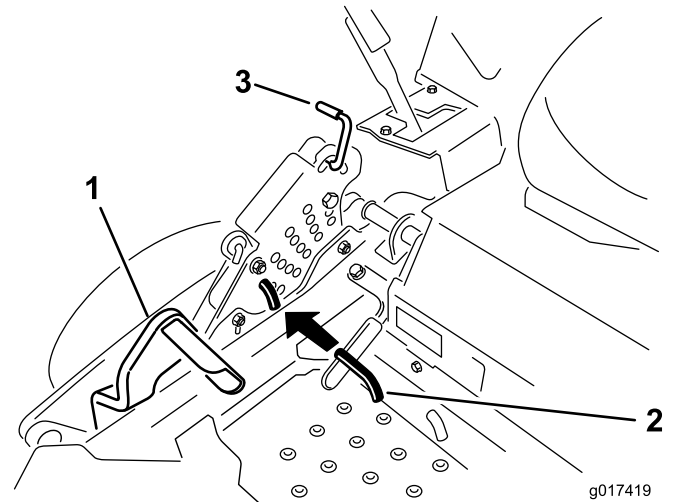

Figure 25
2. Appuyez sur la pédale de relevage du tablier avec le pied et relevez le tablier en position de transport (qui est aussi la position de hauteur de coupe de 140 mm [5-1/2 po]), comme montré à la Figure 25.
3. Pour changer de hauteur de coupe, retirez la goupille fendue et l'axe de chape du support de hauteur de coupe (Figure 25).
4. Placez la goupille dans le trou du support correspondant à la hauteur de coupe voulue (Figure 25).